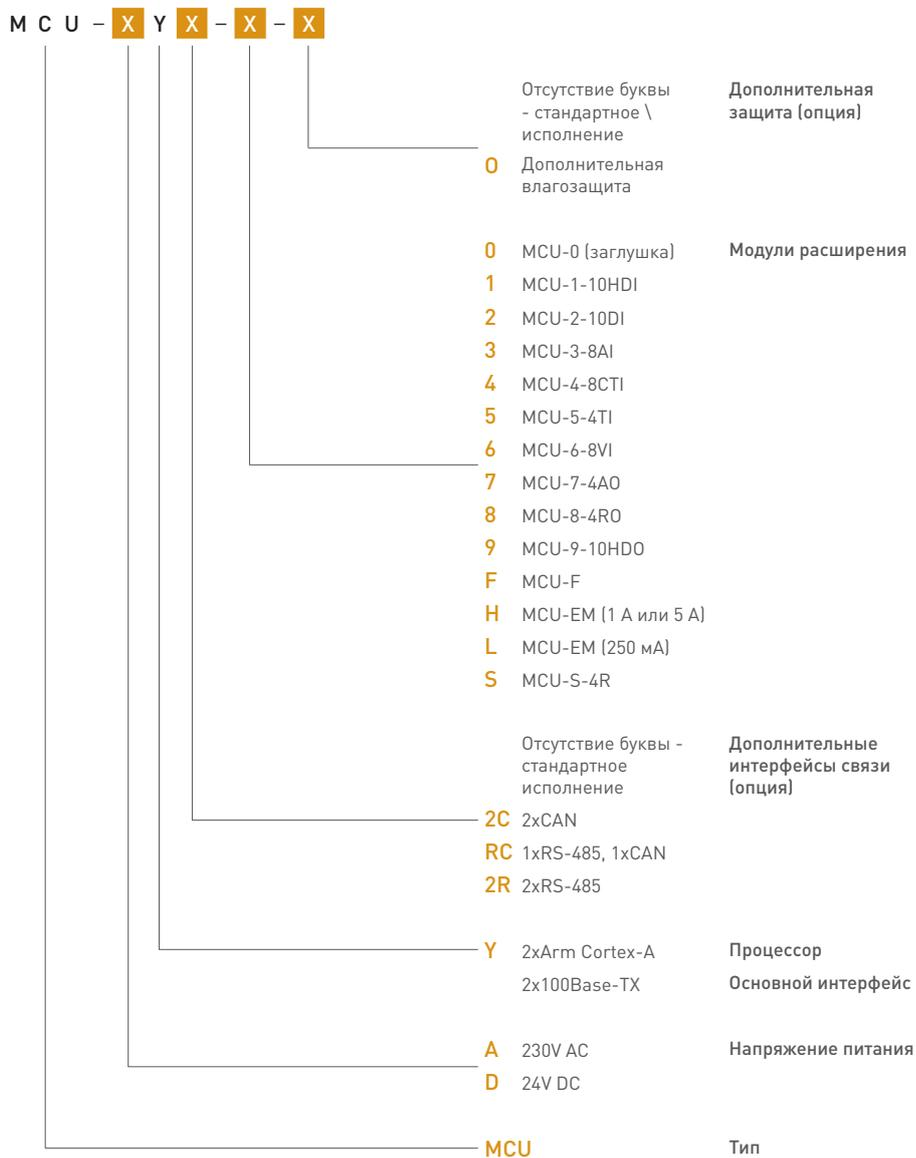

Рисунок 1.2 – Информация для заказа
Ниже, на рис. 1.2, приведены все возможные модификации базового модуля MCU-AY(DY) в комбинации с модулями расширения и опциями устройства.